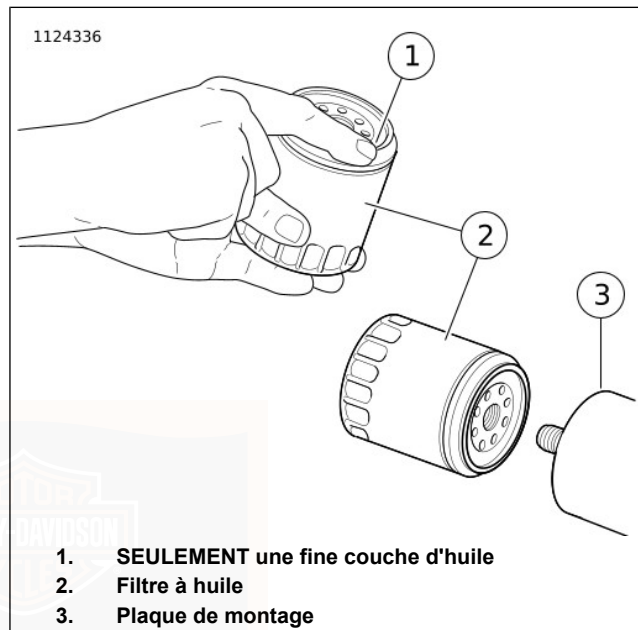

Figure 51. Application d'une fine couche d'huile
7. Voir Figure 51. Lubrifier le joint avec une huile moteur propre et installer un **nouveau** filtre à huile sur le support. Serrer le filtre à huile à la main d'un demi à trois quarts de tour une fois que le joint touche la surface de montage du filtre. Ne PAS utiliser de clé à filtre à huile lors de l'installation.